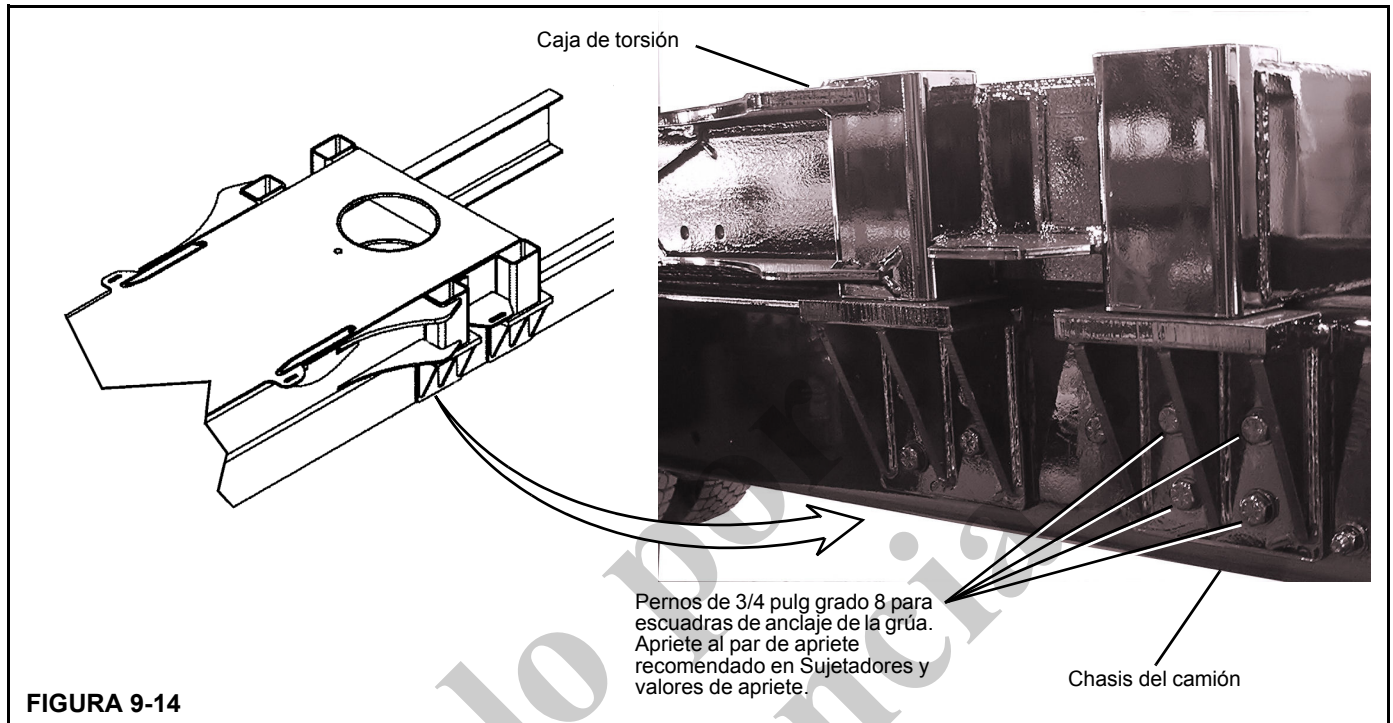

FIGURA 9-14
5. Emperne las escuadras de anclaje al chasis del camión de la forma mostrada en la Figura 9-14. Apriete al par de apriete recomendado en Sujetadores y valores de apriete.